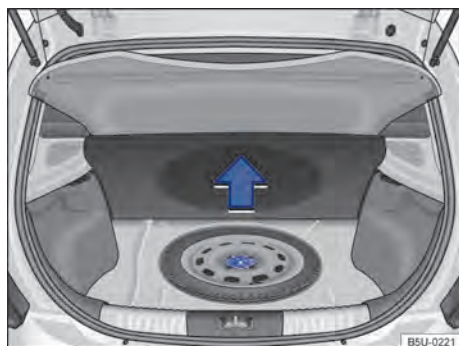

Fig. 143 No compartimento de bagagem, sob o revestimento de assoalho: roda de emergência e ferramentas de bordo.
As ferramentas de bordo e a roda de emergência estão localizadas no compartimento de bagagem, sob o revestimento do assoalho → Fig. 143.
- Levantar o revestimento do compartimento de bagagem → Fig. 143.